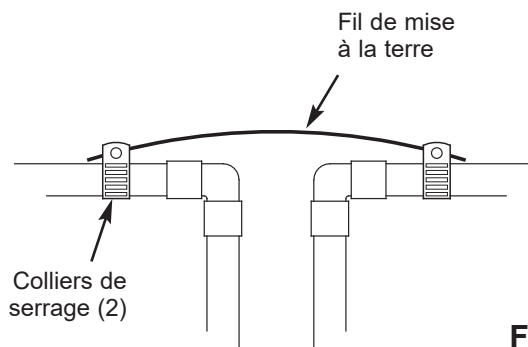

FIG. 5
- Reliez les sections retirées de la conduite d'eau principale avec un fil de cuivre de calibre 4, fixé solidement à chaque extrémité par un collier de serrage (cf. Figure 5) – pièces non comprises.